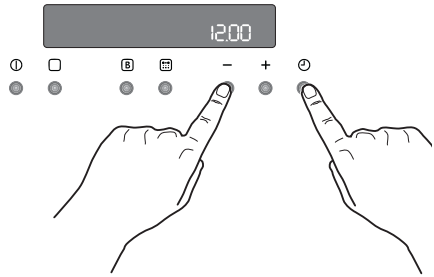

Abb. 15
2. Drücken Sie die Tasten  und „—“ gleichzeitig. Ein kurzer Signalton ertönt und auf dem Display wird 12:00 eingeblendet (Abb. 15).